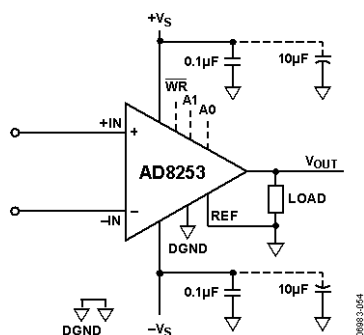

図 55. グラウンドを基準とする電源デカップリング、REF、出力
0.1 μF のコンデンサを、各電源ピンのできるだけ近くに配置する必要があります。10 μF のタンタル・コンデンサはデバイスから離れて配置することができます (図 55 参照)、多くの場合、他の高精度 IC と共用することができます。